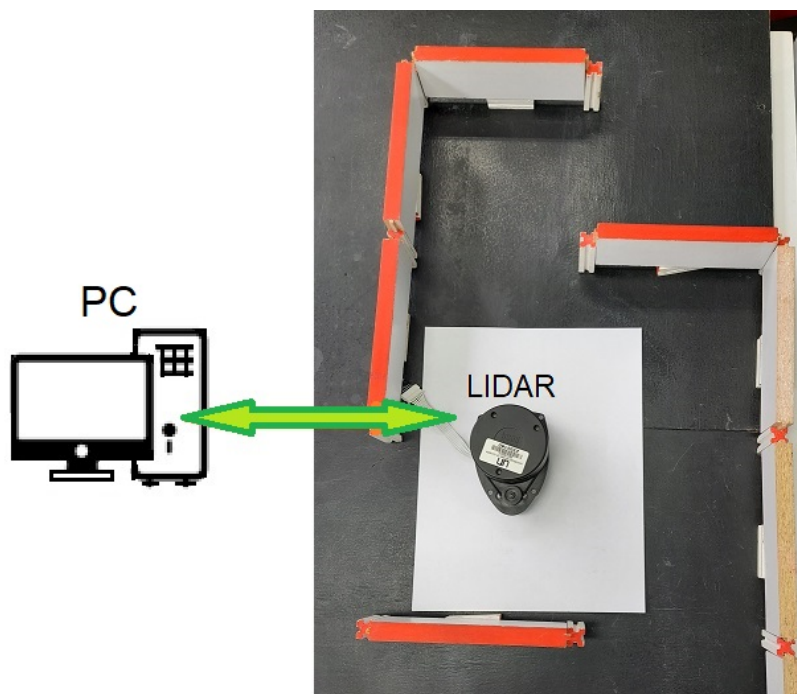

Figura 1: Montaje Lidar
- Organice su espacio de trabajo de manera que pueda colocar el sensor en 3 diferentes posturas en el área a mapear como aparece en la figura 1